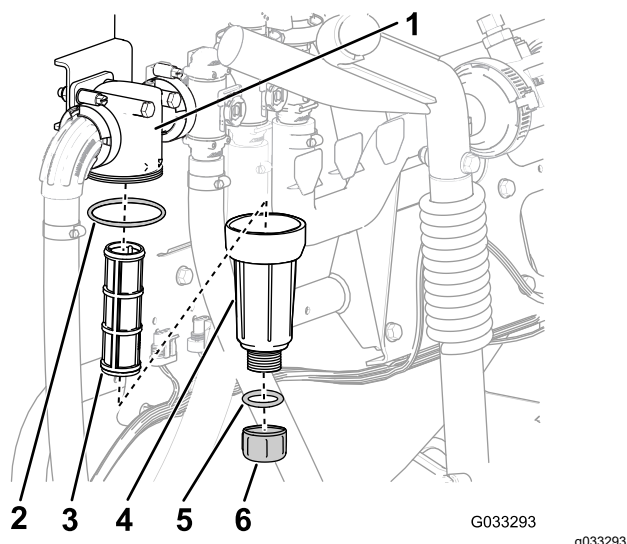

Figure 57
- Placez un bac de vidange sous le filtre de pression (Figure 57).
3. Tournez le bouchon de vidange dans le sens antihoraire et déposez-le de la cuvette du filtre de pression (Figure 57).
4. Tournez la cuvette dans le sens antihoraire et déposez la tête du filtre (Figure 57).
5. Retirez l'ancien élément du filtre de pression (Figure 57).
6. Contrôlez l'état et l'usure du joint torique du bouchon de vidange (à l'intérieur de la cuvette) et du joint torique de la cuvette (à l'intérieur de la tête du filtre) (Figure 57).
7. Placez le nouvel élément filtrant dans la tête du filtre de pression (Figure 57).
8. Vissez la cuvette sur la tête du filtre et serrez-la à la main (Figure 57).
9. Vissez le bouchon sur la cuvette à la main (Figure 57).